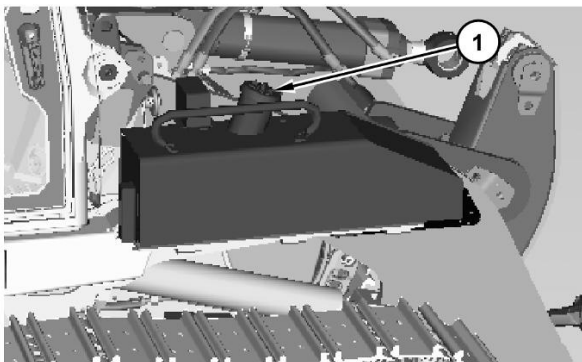

Рисунок 1
1. Крышка топливного бака (1) находится на правой стороне машины, как показано на рис. 1. Откройте крышку топливного бака (1) для сброса давления в топливном баке.